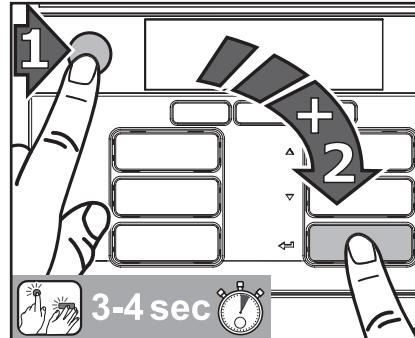

Рис. 24
1. Нажать сначала кнопку СТОП, затем - кнопку ввода и одновременно удержать обе кнопки нажатыми 3-4 секунды, чтобы перейти в режим очистки. (Рис. 24)